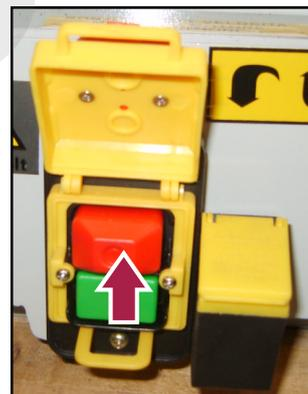

Figura 12 – Interruttore di arresto.
Per arrestare la rotazione del motore elettrico, sollevare la calottina rossa (di emergenza) e premere il pulsante rosso di arresto (vedere la figura 12). Attraverso questo pulsante, viene tolta l'alimentazione al motore elettrico e viene così fermata la rotazione del mandrino.
12. Terminata l'operazione, allontanare l'utensile dal pezzo, dopodiché spegnere la macchina premendo il pulsante di arresto (di colore rosso, vedere la Figura 12).